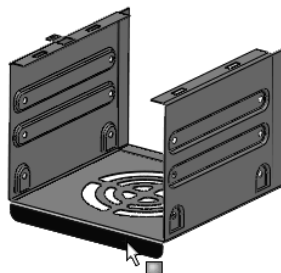

图 10-231 选择基准面
33) 选择基准面。单击图 10-231 所示的面，单击“标准视图”工具栏中的 （正视